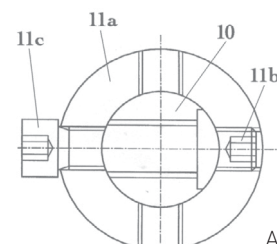

Abb. 19
- 2.4 Zapfenschraube (11c) im Loch der Federstütze positionieren, welches mit der nicht versenkten Seite des Lochs in der Verbindungsstange ausgerichtet ist (siehe Abb. 19).